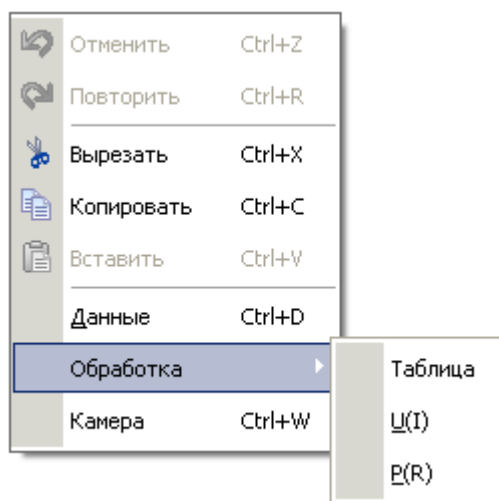

Рис. 8
16. Откройте окно оформления отчёта о работе, нажав кнопку . Занесите в отчет полученные результаты (таблица, графики) и выводы. Для этого используйте меню, вызываемое правой кнопкой мыши (рис. 8), после установки курсора в нужное место окна с отчетом.